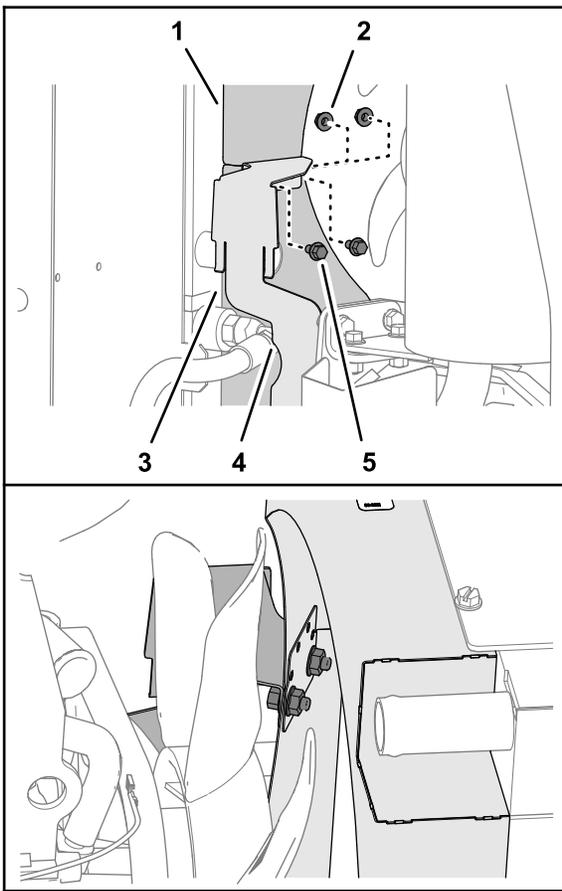

图43
4. 用2个凸缘头螺丝1/4 x 1/2英寸和2个锯齿凸缘螺母1/4英寸安装顶部风扇护罩、底部风扇护罩和冷却液储液箱支架图43。